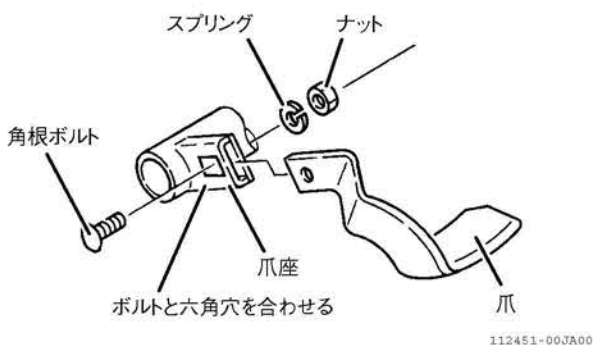

図 4-36 爪交換
1. 耕うん爪の取付ボルトを外して、爪を交換します。(図 4-36)